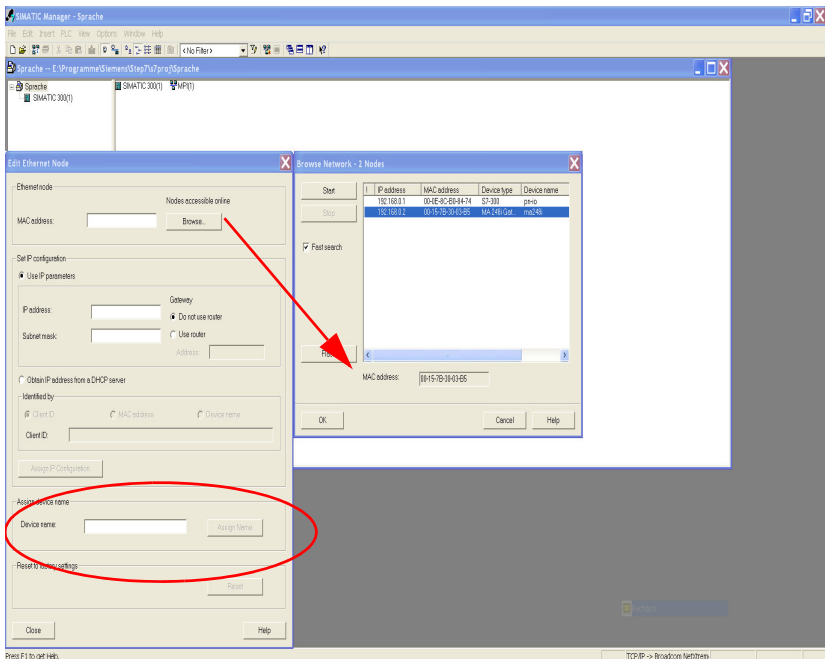

Figure 10.4 : Affectation des noms d'appareil aux appareils IO configurés
- Attribution adresse MAC - adresse IP - nom d'appareil individuel (figure 10.4)